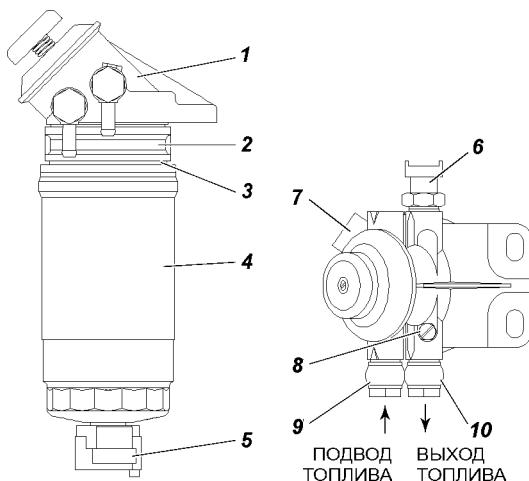

Рис. 9.19. Фильтр тонкой очистки топлива с подкачивающим насосом и датчиком наличия воды в топливе в пробке сливе отстоя:
-первое заполнение системы питания производите с помощью подкачивающего насоса на фильтре тонкой очистки топлива. Стравливание воздуха производите через винт на фильтре тонкой очистки топлива 7 (рис. 9.19);
**Фильтр тонкой очистки топлива (BOSCH, A 450 085 725)** показан на рис. 9.19.